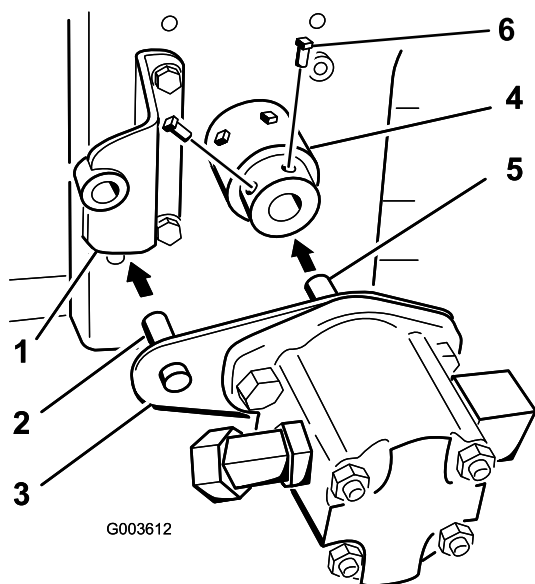

Figura 21
Nota: L'albero della pompa idraulica tocca l'estremità dell'albero della PDF del motore (Figura 21).
11. Applicare il frenafili rimovibile alle 2 viti di fermo (5/16" x 3/4") e avvitatele nel gruppo mozzo per fissarlo all'albero della pompa idraulica (Figura 21).